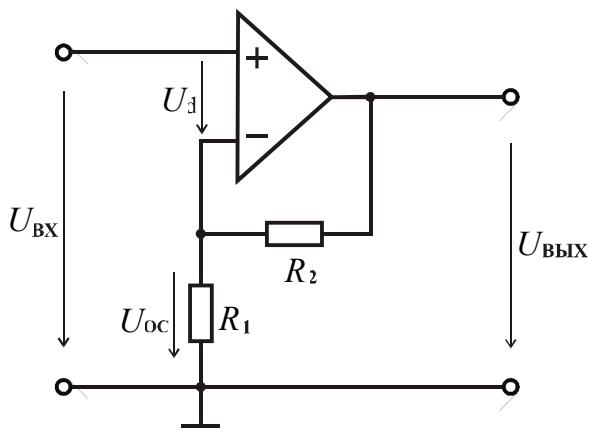

Рис. 25.4
Рассмотрим активную цепь, показанную на рис. 25.4. Треугольником обозначен дифференциальный усилитель с коэффициентом усиления  $K$ . Цепью обратной связи является делитель напряжения, образованный резисторами  $R_1$ ,  $R_2$ .
*Пример 25.1.* Коэффициент передачи усилителя в схеме на рис. 25.4  $K = 1000$ , входное сопротивление бесконечно велико, а выходное – равно нулю. Сопротивление резистора  $R_1$  в цепи обратной связи равно 1 кОм.
Таким образом, коэффициент усиления схемы на рис. 25.4 изменился менее чем на 0.2 % при изменении коэффициента передачи усилителя на 20 %.
Из (25.5) следует, что чувствительность схемы на рис. 25.4 к изменениям коэффициента усиления
Примером последовательной обратной связи по току является схема с общим эмиттером, рассмотренная в параграфе 10.9. В схеме на рис. 25.4 используется последовательная обратная связь по напряжению.